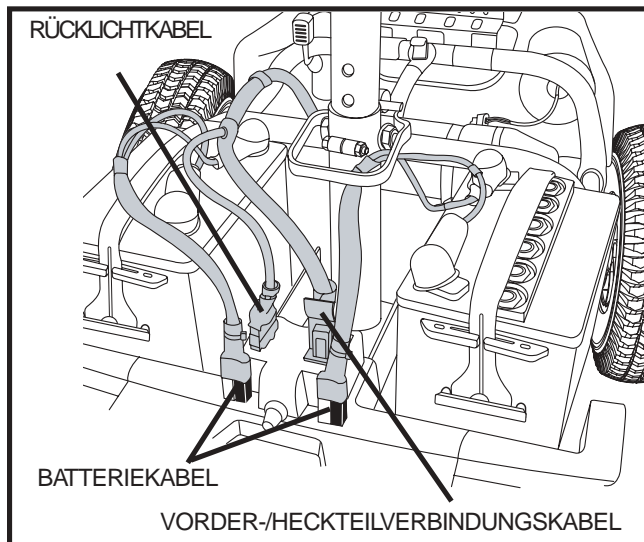

Abb. 21 Kabelverbindungen
6. Entkoppeln Sie beide Batterieketten. Ziehen Sie jedes Kabel gerade nach oben. Siehe Abb. 21.
6. Das Vorder-/ Heckteilverbindungskabel, die Rücklichtverkabelung und beide Batteriekabel wieder einbauen. Siehe Abb. 21